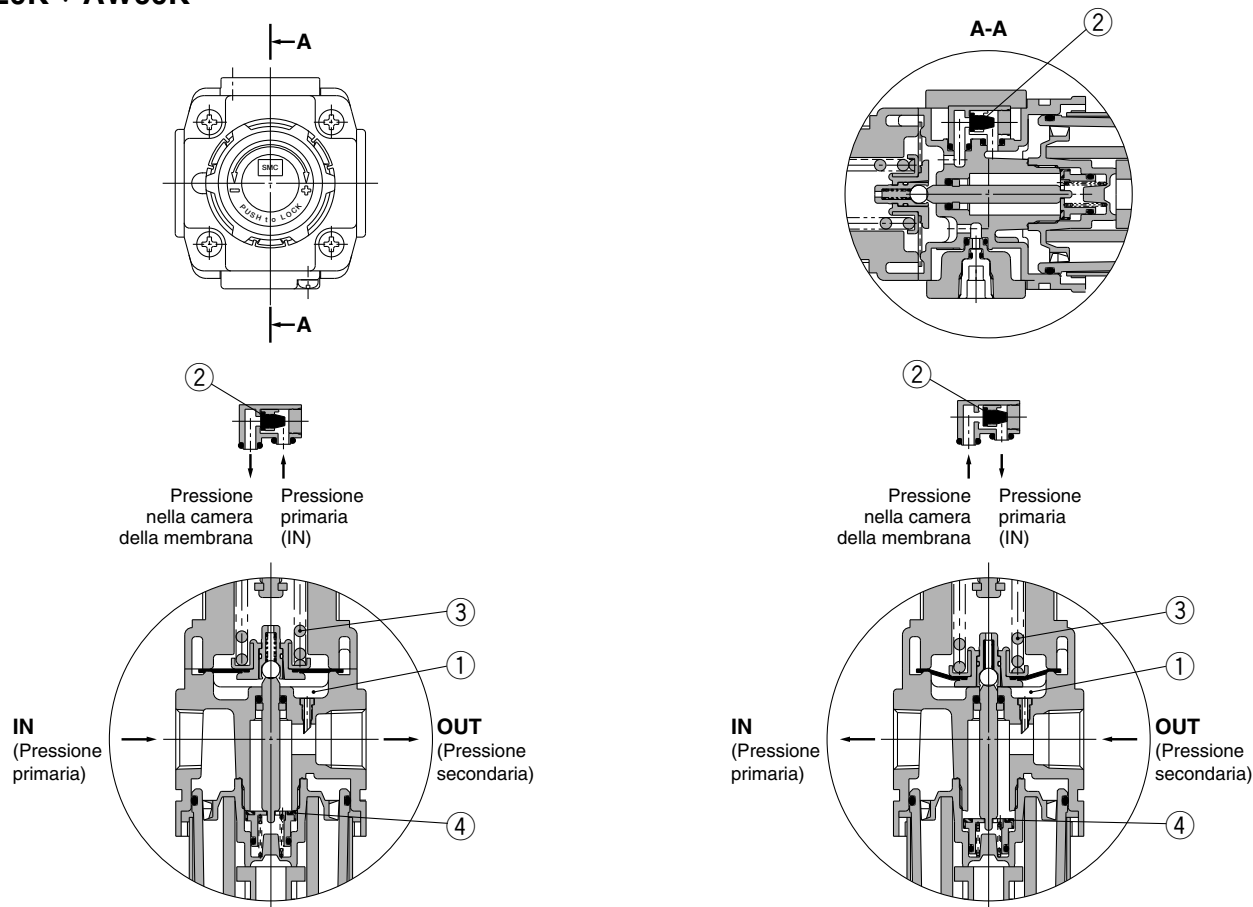

Figura 1 Normale
Quando la pressione primaria supera la pressione di regolazione, la valvola unidirezionale funziona come un regolatore normale (Figura 1). Quando la pressione primaria viene interrotta e scaricata, tutta la pressione applicata alla valvola ① will be lost. La forza che mantiene in sede la valvola ① è solo quella della molla della valvola ②. Quando la valvola ① viene aperta mediante forza secondaria, la pressione secondaria viene scaricata sul lato d'ingresso (Figura 2). Quando la pressione di regolazione massima è di 0.15 MPa, la valvola ① potrebbe non aprirsi a causa della forza della molla della valvola ②.
Quando la pressione primaria supera la pressione di regolazione, la valvola ② si chiude e funziona come un regolatore normale (Figura 1). Quando la pressione primaria viene chiusa e rilasciata, la valvola unidirezionale ② si apre e la pressione nella camera della membrana ① viene rilasciata sul lato d'entrata (Figura 2).